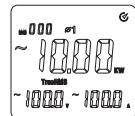

图7-1
- 负载为三相四线制时，先按SELECT键选择第一相位，如图7-1，显示相位 $\phi 1$ 的有功功率kW值，电压V值，电流A值。